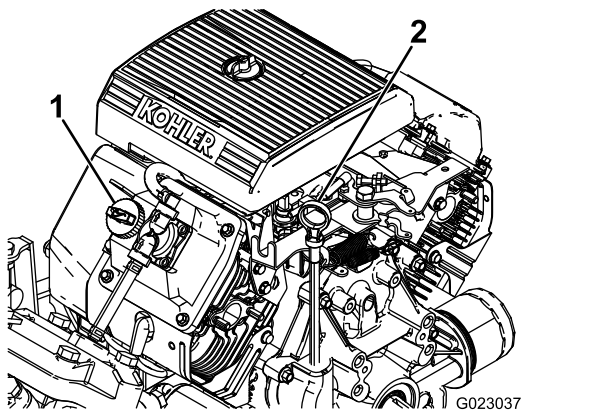

Figura 11
2. Retire a vareta e limpe-a com um pano limpo (Figura 11).
4. Se o nível de óleo estiver baixo, deverá retirar a tampa de enchimento da cobertura da válvula (Figura 11) e deitar óleo na abertura até que o nível suba até à marca CHEIO da vareta; consulte Verificação do óleo do motor \(página 47\) acerca do tipo e viscosidade do óleo.